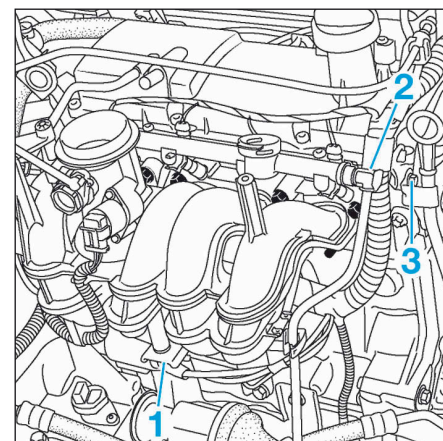

FIG.45
- Déposer la béquille de renfort (1) du collecteur d'admission située entre le bloc-cylindres et le collecteur d'admission (Fig.45).
- Débrancher le tuyau d'arrivée d'essence (2) sur la rampe d'injection.
- Déposer la vis (3) du guide de jauge à huile.